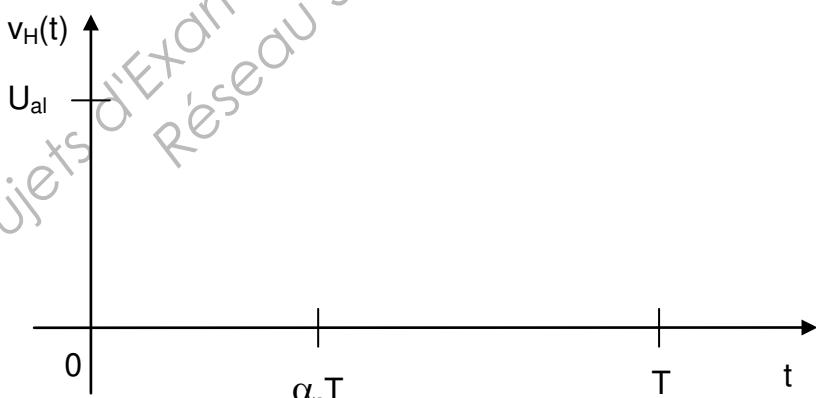

FIGURE 3
B.1.4.1 Représenter, en vous aidant du tableau précédent, la courbe représentative de v_H sur la figure 3.